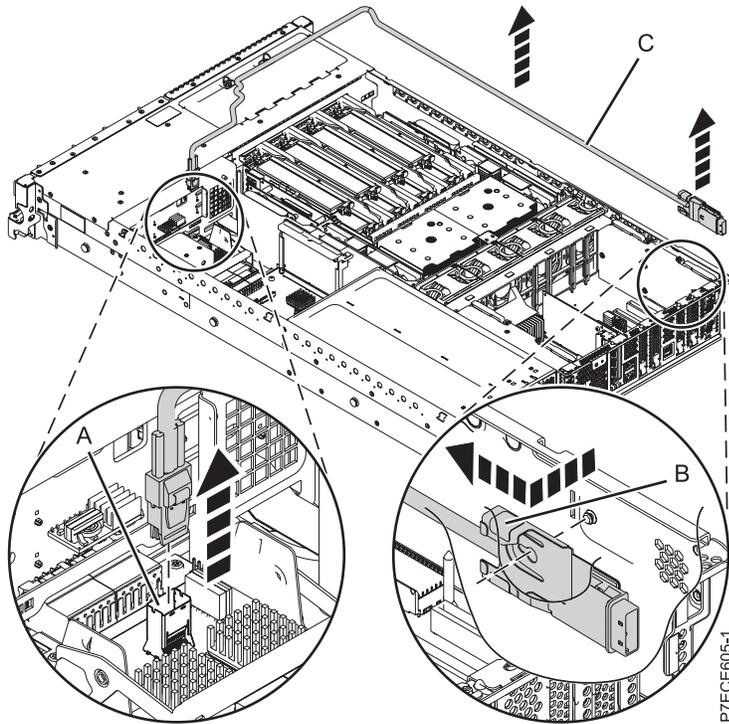

Figura 28. Extracción del puerto SAS externo
- 1) Presione la pestaña lateral (**B**) y extraiga el acoplamiento SAS del puerto de conexión SAS externo en la placa posterior de la unidad de disco. Consulte Figura 28 en la página 45.